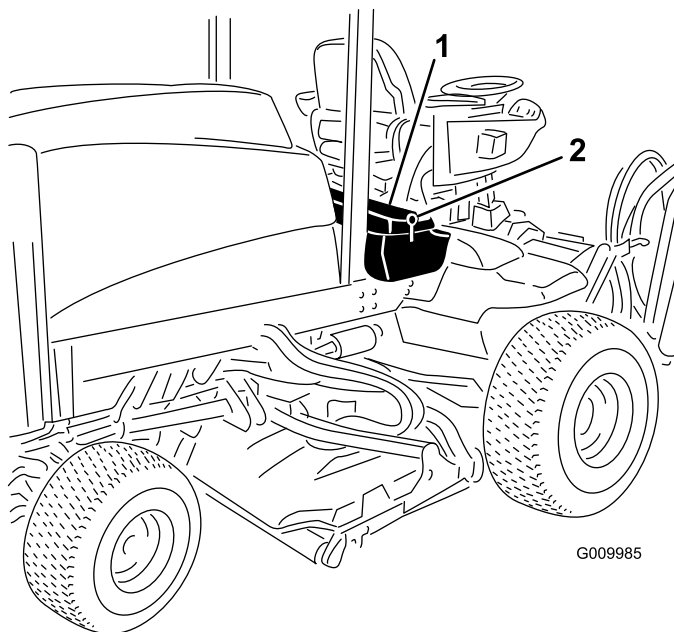
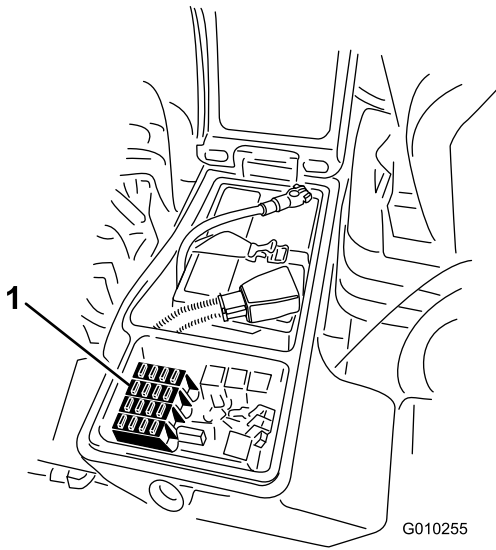

图51
图52
- 松开右储物盒盖的门锁提起盒盖 图51 以露出保险丝盒 图52。
- 必要时更换开式保险丝 图52。
3. 关闭右储物盒盖用门锁固定 图51。